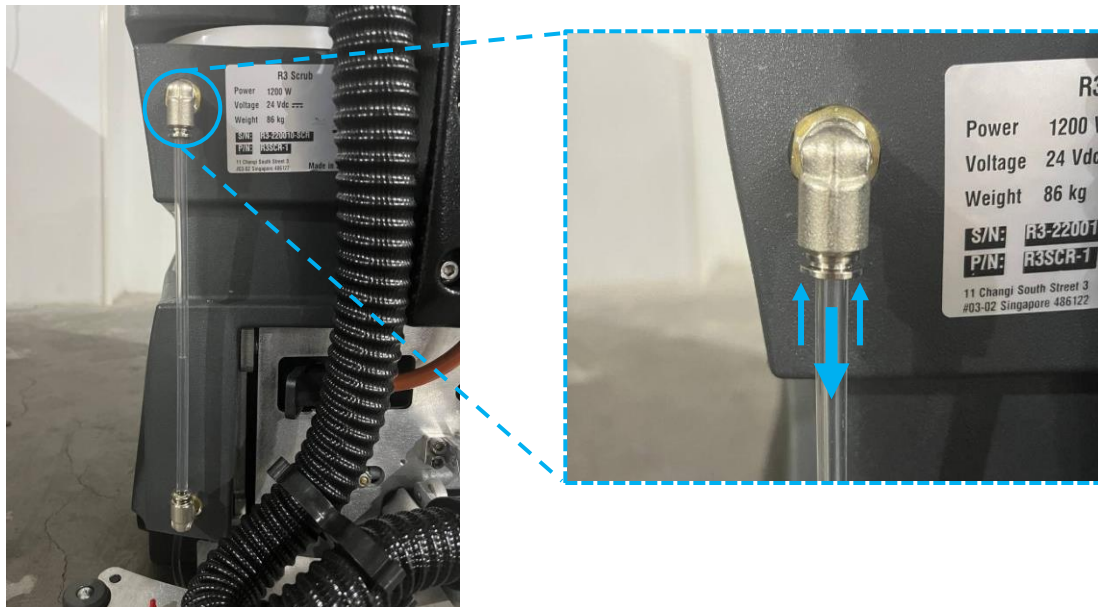

Fig. 1
1. Zoek de peilbuis voor schoon water aan de achterkant van de robot (Fig. 1).
2. Duw de buitenste metalen ring van de buisfitting (naar boven) en trek de buis er tegelijkertijd uit (naar beneden) (Fig. 1)